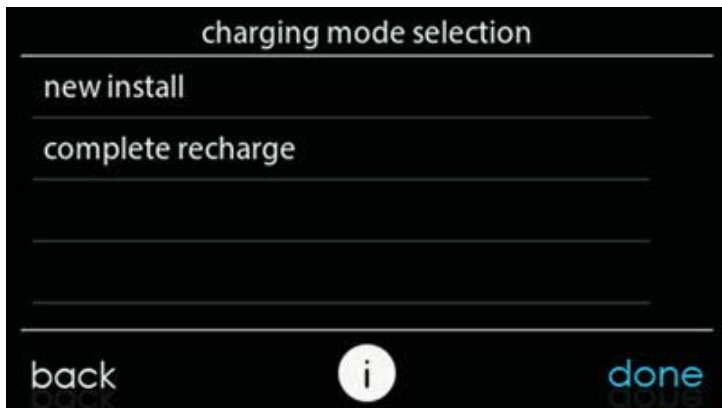

Fig. 19 – Selección del modo de carga
12. Si se trata de una instalación nueva, es decir, la unidad exterior está cargada de fábrica, seleccione "New install" (Nueva instalación) en la pantalla "Charging mode selection" (Selección de modo de carga) (consulte la Fig. 19).